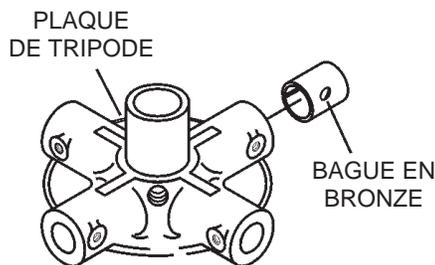

Figure 33. Bagues en bronze
4. Examiner la pièce rapportée de bague de bras de truelle en bronze (figure 33), la nettoyer si nécessaire. Remplacer la bague si elle est faussée ou usée.